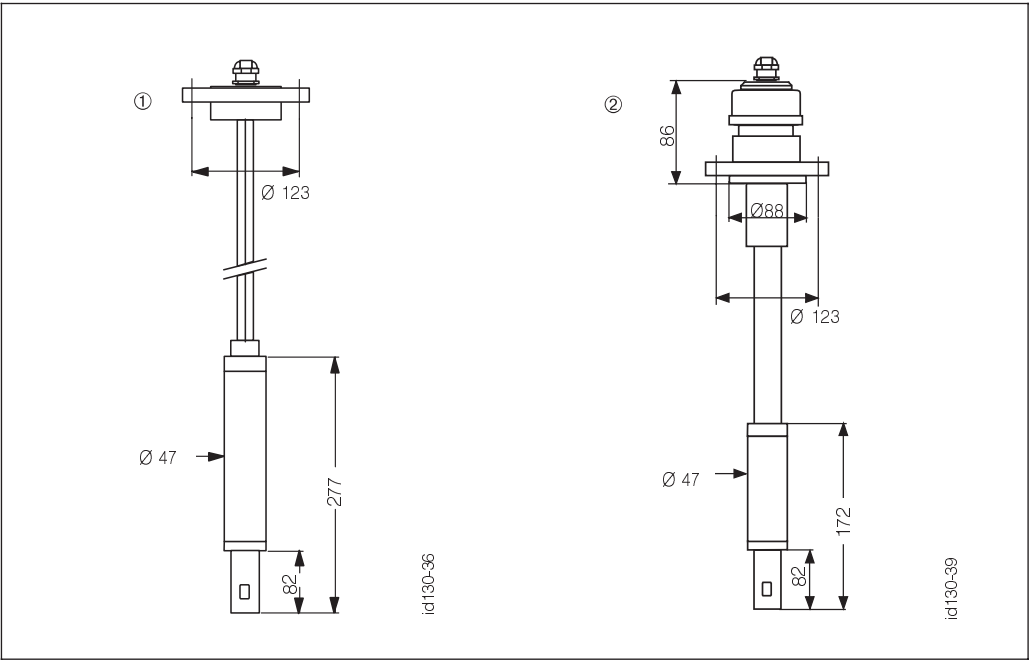

Fig. 3.5 : Capteur à immersion sans transmetteur
1. Desserrer le PE du passage de câble (voir fig. 3.5, ① ou ②).
2. Desserrer le capteur en le tournant dans le sens contraire des aiguilles d'une montre (fermeture baïonnette ⑥).
3. Retirer le capteur avec le manchon de protection ④ du tube à immersion ①.
4. Desserrer le PE ③ du manchon de protection.
5. Dégager le capteur de la rainure de guidage et défaire les connexions ② et ⑤.
Lors du montage ou du démontage du capteur, desserrer impérativement le PE avant de tirer les câbles de mesure (voir fig. 3.5).